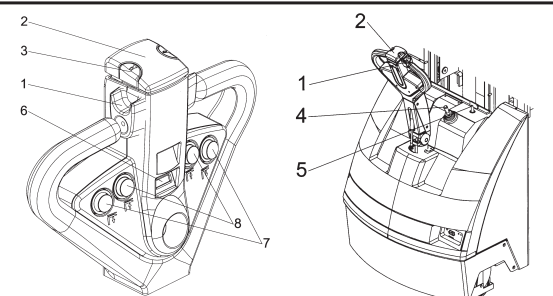

Fig.8 **Abb.8** **Kuva.8** **ΦИГ.8**
Organi di comando (19.6+X42) - (fig. 8)
1) INTERRUPTEUR GÉNÉRAL (REF.8) 2) ELECTROFREIN (REF.14) 3) VALVE POUR LIMITER LE FLUX (REF.12) 4) VALVE DE PROTECTION MAXIMUM 5) PROTECTIONS CONTRE LES CHOCS: elles servent à protéger la roue motrice (ref. 2) des chocs, ainsi que les roues latérales stabilisatrices (ref. 10) et les rouleaux de charge antérieurs (ref. 15); en cas d'accident les pieds et la charge sont donc sauvegardés. 6) TATEUR "HOMME MORT" (REF.2/fig.8): c'est un interrupteur de sécurité situé sur le gouvernail de guide et il protège le conducteur des collisions en marche arrière. 7) PROTECTION MAINS (REF.16.).
Pour soulever et abaisser les fourches il est suffisant d'agir sur le levier de commande du groupe motopompe (ref. 3/fig. 1) qui envoie l'huile hydraulique du réservoir vers le cylindre de soulèvement. Si le chariot est équipé de double commande d'élévation, la montée/descente des fourches peut aussi être actionnée à l'aide des boutons se trouvant sur le groupe commande timon (ref. 7-8/fig. 8). L'énergie nécessaire au travail effectif est fournie par la batterie (ref. 13/fig. 1). Dans l'installation hydraulique deux valves de sécurité sont installées: